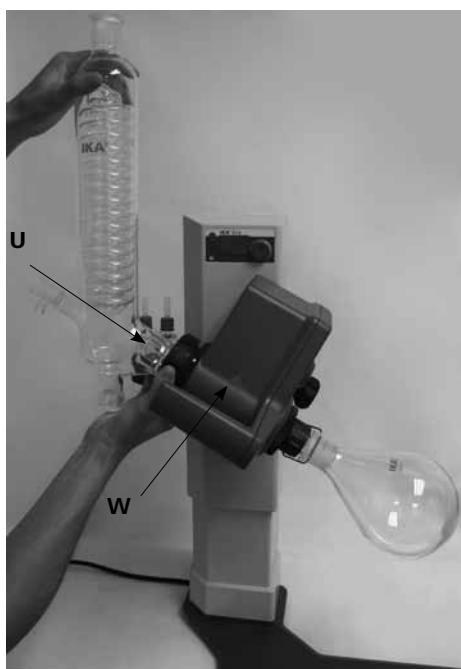

Fig.18
- ロックナットとスプリングリングをコンデンサー (U) の接続部に装着します。
- 手でロックナットを回しながら駆動部 (W) に取り付ける。(Fig.18)